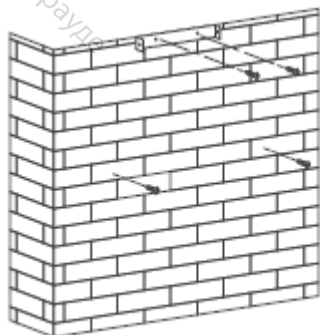

Рис. 2
3. После определения нужной высоты расположения вытяжки, отмерьте местоположение отверстий для крепления прибора и кронштейна внутреннего воздуховода. Просверлите 4 отверстия $\varnothing 8$: 2 для крепления кронштейна внутреннего короба и 2 отверстия для крепления корпуса. Следите, чтобы прибор был выровнен в горизонтальной плоскости. Место крепления кронштейна внутреннего короба - самая высокая точка вытяжки. См. рис. 2.
4. С помощью дюбелей закрутите 4 x 30 мм винта в стену, затем с помощью двух винтов 4 мм x 40 мм закрепите кронштейн внутреннего короба на стене. См. рис. 2.